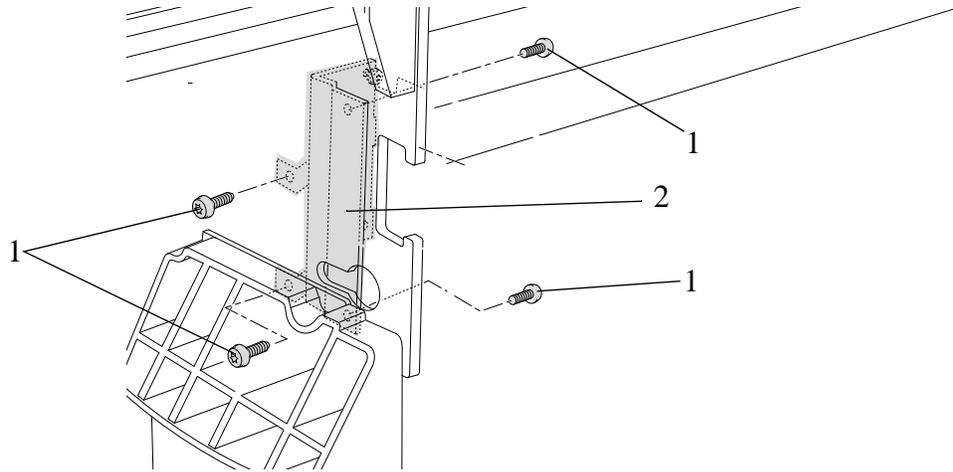

Figura 73: Montagem esquerda do módulo eletrônico
4. Remova os quatro parafusos T-15 (item 1) que prendem a montagem esquerda do módulo eletrônico (item 2) ao chassi da esquerda (consulte a Figura 73).